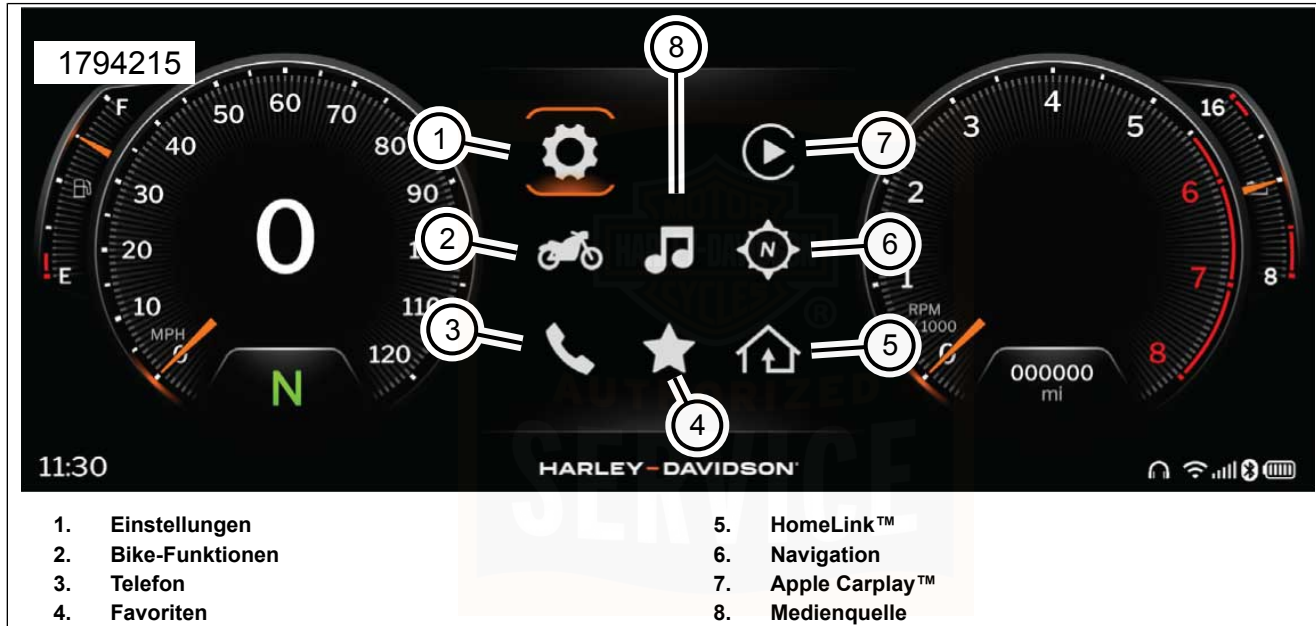

Abbildung 90. IFCU-Menü-Auswahloptionen
- a. Siehe Abbildung 90. Mit dem linken Handbedienelement oder dem Touchscreen zu > **System** > **Systeminformationen** > **Produktinformationen** navigieren. Dieses Menü zeigt die aktuelle Software-Version auf der IFCU . Siehe Funktionsweise > Infotainment-Steuereinheit (IFCU) (Seite 108) .